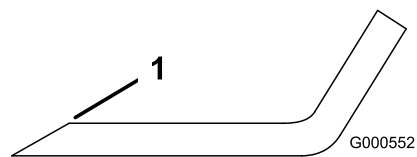

Figure 67
1. Au moyen d'une lime, aiguissez les tranchants aux deux extrémités de la lame (Figure 67).
**Remarque:** Si la lame est déséquilibrée, limez un peu l'extrémité de la partie relevée seulement (Figure 67).